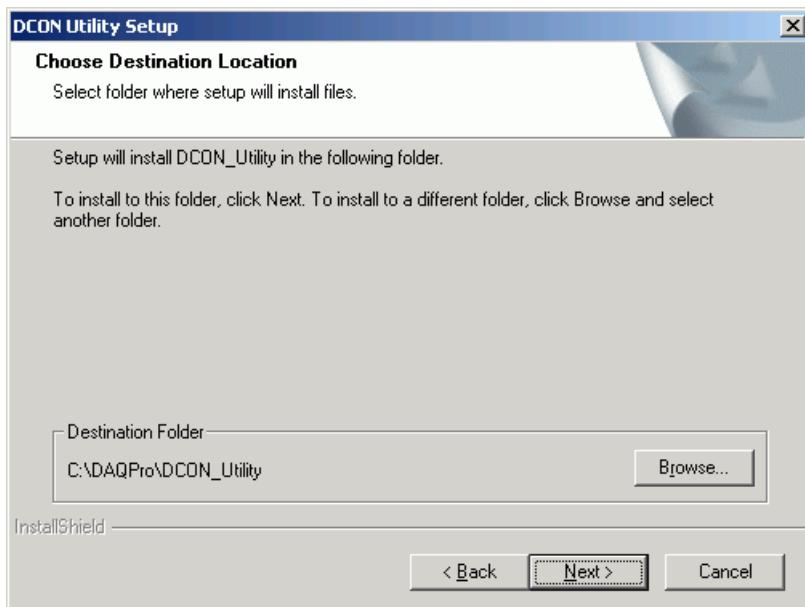

Рисунок 3.3. Установка программы DCON Utility.
3.1.4 На компьютер установить утилиту “DCON_Utility” (файл “setup DCON utility 4-4-3.exe“). См. рис.3.3